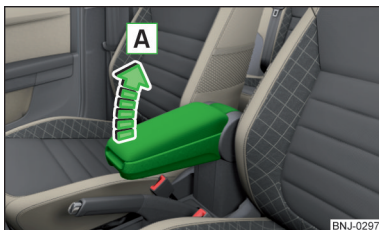

Fig. 69
- ▶ Pentru **reglarea pe înălțime**, ridicați cotiera în sensul săgeții **A** într-una din cele patru poziții de fixare » fig. 69.